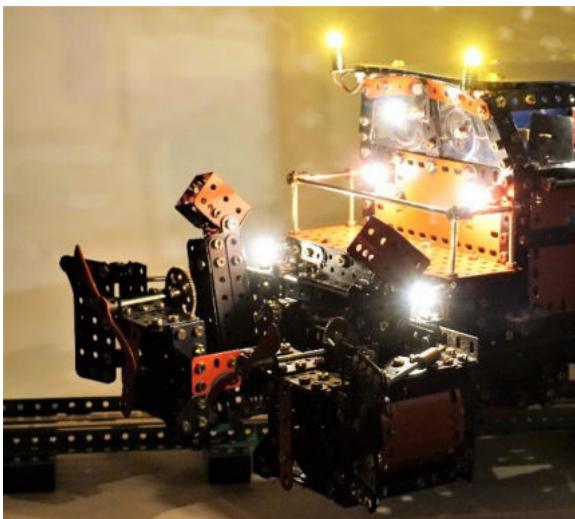

Bild 6a Es werde Licht – außen und innen
- Dazu kommen Scheinwerfer, Rücklichter, Warnleuchten, Innenbeleuchtung der Führerkabine und des Maschinenraums. (*Bild 6a*)